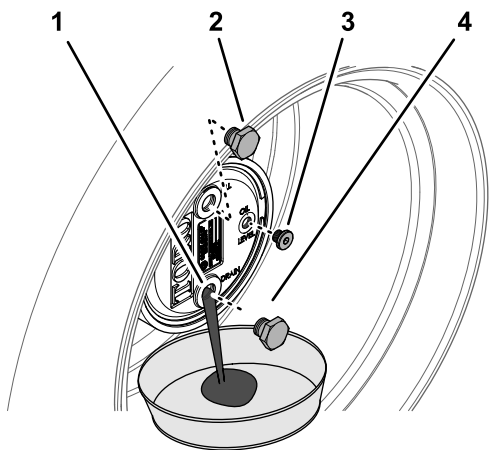

図 67
2. 補給プラグが時計の 12 時を指し、点検プラグが 3 時の位置を指すようにマシンを駐車する 図 67。
- プラネタリハブの下にオイル回収容器を置き、6時の位置にあるドレンプラグを外してオイルを抜く図 67。
- プラネタリハウジングのドレン穴にプラグを取り付ける図 67。